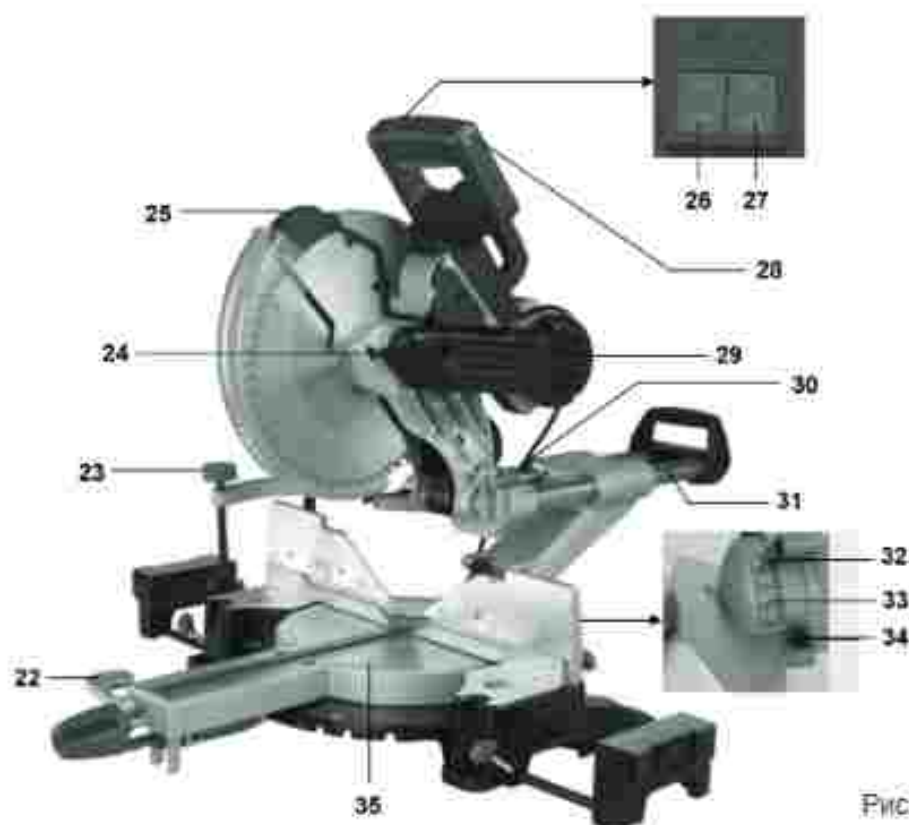

Рис. 2
Нажмите и удерживайте кнопку блокировки шпинделя (24) (рис. 2), проворачивая пильный диск (14) зафиксируйте его.
Лазер (25) (рис. 2) легко включать и выключать, для этого нажимайте на выключатель (26) (рис. 2), расположенный на рукоятке пилы. Перед первым использованием лазерный метчик необходимо проверить и по необходимости настроить.
Подсветку рабочей зоны (15) (рис. 1) легко включать и выключать. Для этого нажимайте на выключатель (27) (рис. 2), расположенный на рукоятке пилы.